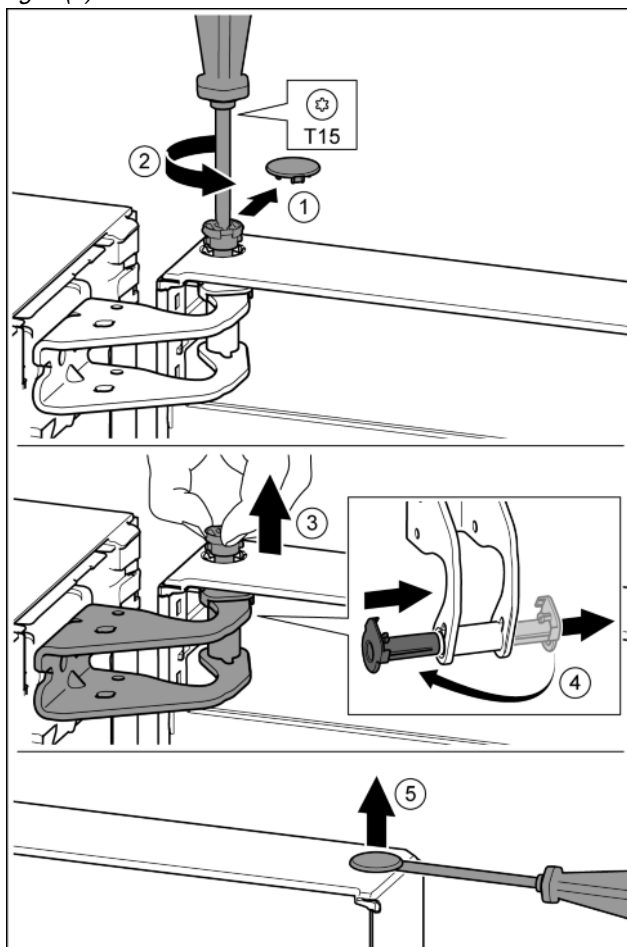

Fig. 9
- ▶ Bezpečnostní kryt opatrně stáhněte. Fig. 9 (1)
- ▶ Šroubovákem T15 o kousek vyšroubujte čep. Fig. 9 (2)
- ▶ Dveře držte a čep vytáhněte prsty. Fig. 9 (3)
- ▶ Vytáhněte ložiskové pouzdro z vedení. Vložte z druhé strany a zaklapněte. Fig. 9 (4)
- ▶ Plochým šroubovákem opatrně nadzvedněte zátku z ložiskového pouzdra dveří a vytáhněte ji. Fig. 9 (5)